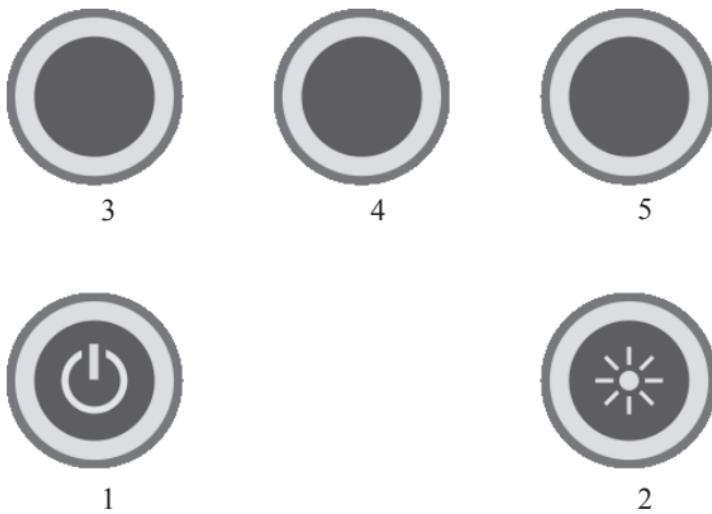

Рис.2 – Кнопки управления.
6.2.3.1 Включите прибор однократным нажатием на кнопку (1, Рис.2). Перед началом работы убедитесь в работоспособности элементов питания (батареи). Если после включения прибора на дисплее появится надпись “ЗАМЕНИТЕ БАТАРЕЮ!”, нужно заменить батареи на новые.